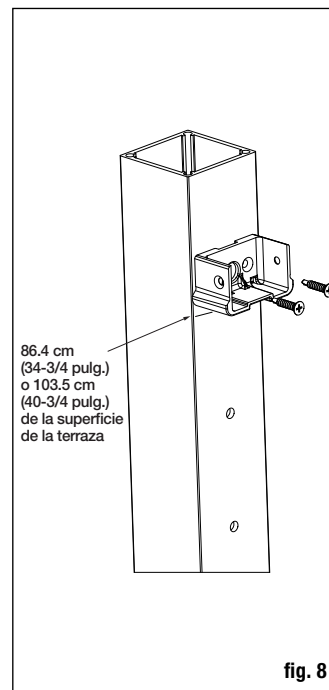
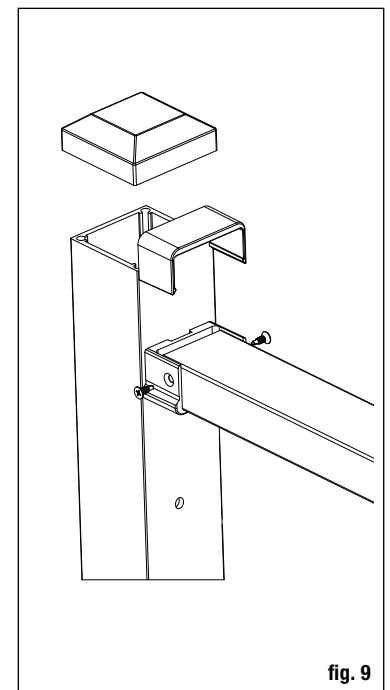

fig. 8
fig. 9
Paso 7 Mida una altura de 86.4 cm (34-3/4 pulg.) (para barandal de 91 cm (36 pulg.)) o de 103.5 cm (40-3/4 pulg.) (para barandal de 107 cm (42 pulg.)) desde la superficie de la terraza y haga una marca en el poste. Coloque la base del soporte superior sobre la marca, centrada en el poste como se muestra. Marque las ubicaciones de los dos agujeros. Taladre agujeros guía en esas ubicaciones con una broca de 3 mm (1/8 pulg.) Fije la base del soporte con (2) tornillos para soporte de poste #10 x 2.5 cm (1 pulg.) (D). Repita con la otra base de soporte en el poste del extremo opuesto. *Consejo: use una extensión de punta para evitar dañar el barandal con el mandril del taladro. Instale todos los barandales antes de instalar el cable.* (fig. 8)
Paso 8 Es necesario colocar un espaciador de cable (F) al menos cada 3 pies (se incluye 1 en el kit de 183 cm (6 pies), 2 en el kit de 244 cm (8 pies)). Fije los conectores del espaciador (G) a la parte inferior del barandal superior. Haga un agujero guía con una broca de 3 mm (1/8 pulg.). Fije los espaciadores a los conectores de espaciadores. Marque la ubicación del espaciador en la superficie de la terraza y fije el otro conector del espaciador a la terraza usando los tornillos #8 x 2.5 cm (1 pulg.) incluidos con el conector.
Paso 9 Vuelva a colocar la sección de barandal sobre las bases de soporte instaladas de modo que los espaciadores de cable queden colocados sobre los conectores de espaciadores colocados previamente en la superficie de la terraza. Usando una punta de 3 mm (1/8 pulg.), taladre agujeros guía en los barandales a través de los agujeros laterales del soporte. Fije los barandales a las bases de soportes usando los (2) tornillos de soporte de barandal #8 x 1.3 cm (1/2 pulg.) (E) incluidos, como se muestra. Coloque las tapas de soporte sobre las bases, como se muestra (fig. 9).